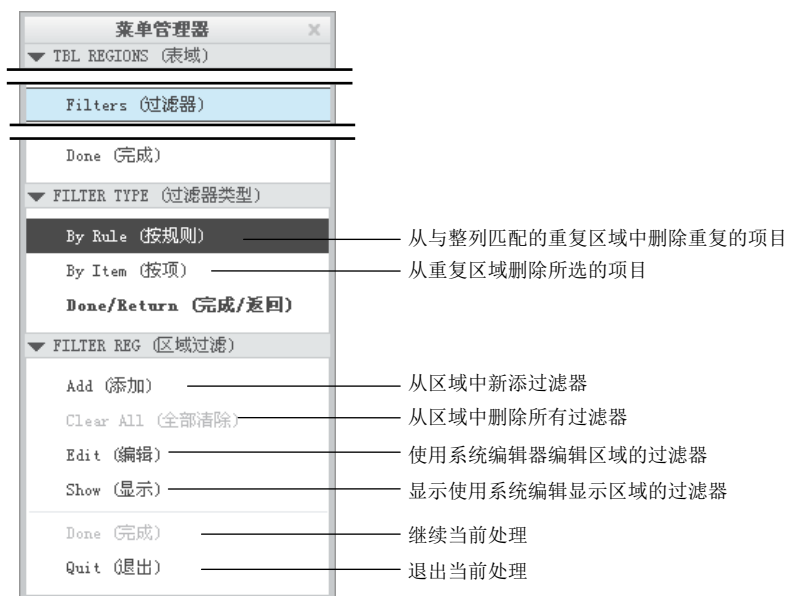

图 7.1.23 “表域”菜单
Step2. 系统提示  **选择一个区域**, 选取在 X 方向展开的重复区域, 如图 7.1.22 所示。在弹出的 **▼ FILTER TYPE (过滤器类型)** 菜单中选择 **By Rule (按规则)** 命令, 在 **▼ FILTER REG (区域过滤)** 菜单中选择 **Add (添加)** 命令, 如图 7.1.23 示。